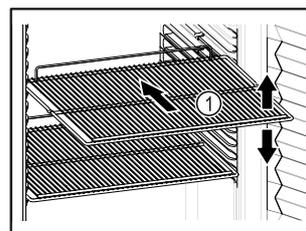

Fig. 71 Representación a modo de ejemplo
- Si los estantes de rejilla Fig. 71 (1) se pueden colocar en distintas posiciones, ajustarlos en altura.